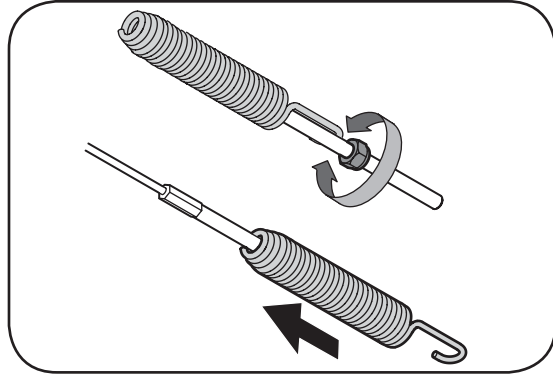

Figure 12
- Débrayez la commande et placez-la en position «relevée» (voir la Figure 11B). Le câble doit présenter très peu de jeu sans toutefois être tendu. Voir la Figure 12.
- Pour ajuster à nouveau le câble de commande, décrochez le ressort (sur l'extrémité du câble de la tarière) du support de l'actionneur. Voir la Figure 12.